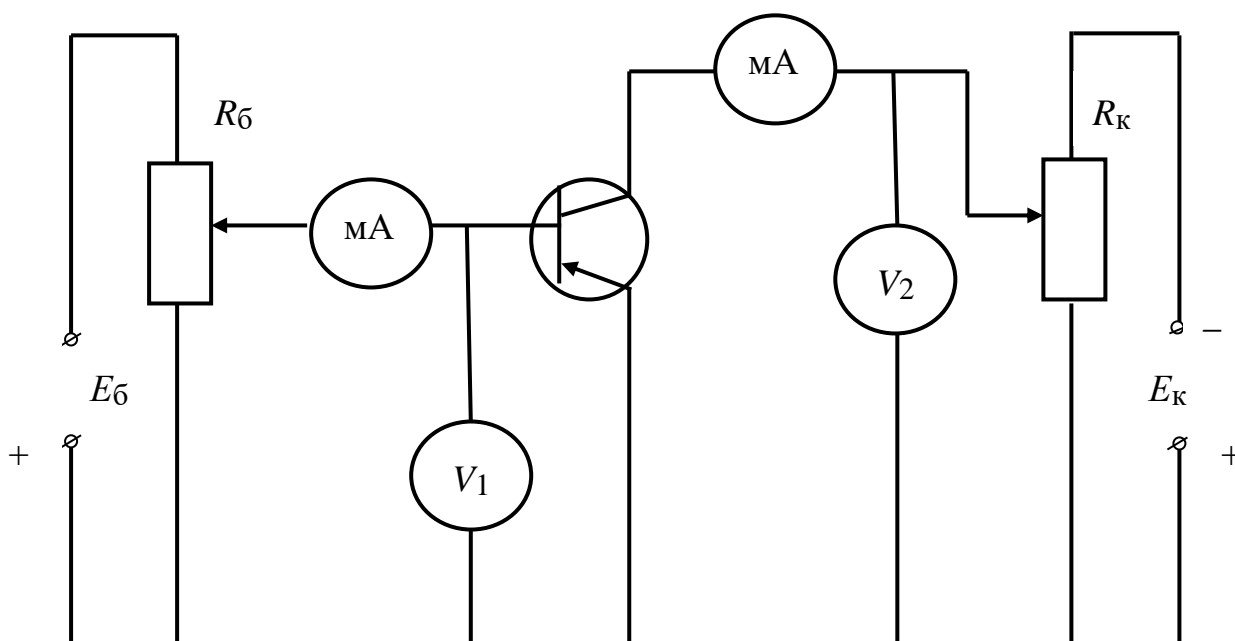

Рис. 17. Схема для снятия статических характеристик транзистора с общим эмиттером
1. Соберите на стенде схему, соответствующую рис. 17, для снятия статистических характеристик транзистора по схеме с общим эмиттером, для этого: